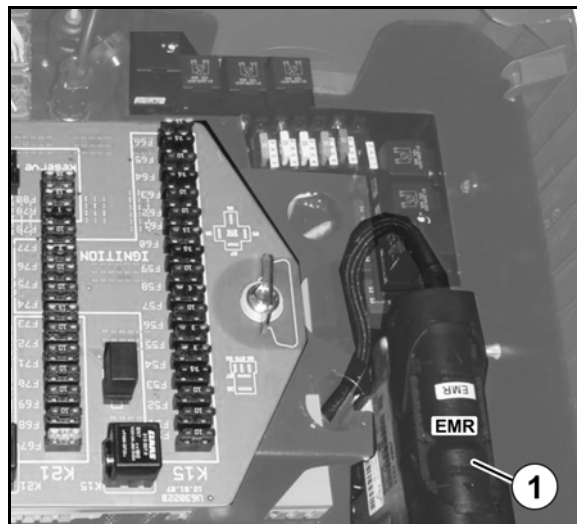

Рис. 144
- Извлеките штекер EMR (Рис. 144/1) из блока управления центральной электрической системы в кабине под подлокотником справа возле кабины.